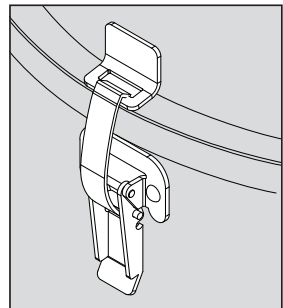

FIGURE 2
5. Assurez-vous que la cuve est bien scellée et que les deux attaches sont bien fixées dans les petits supports latéraux, et non pas directement sur le rebord de la cuve (figure 2).